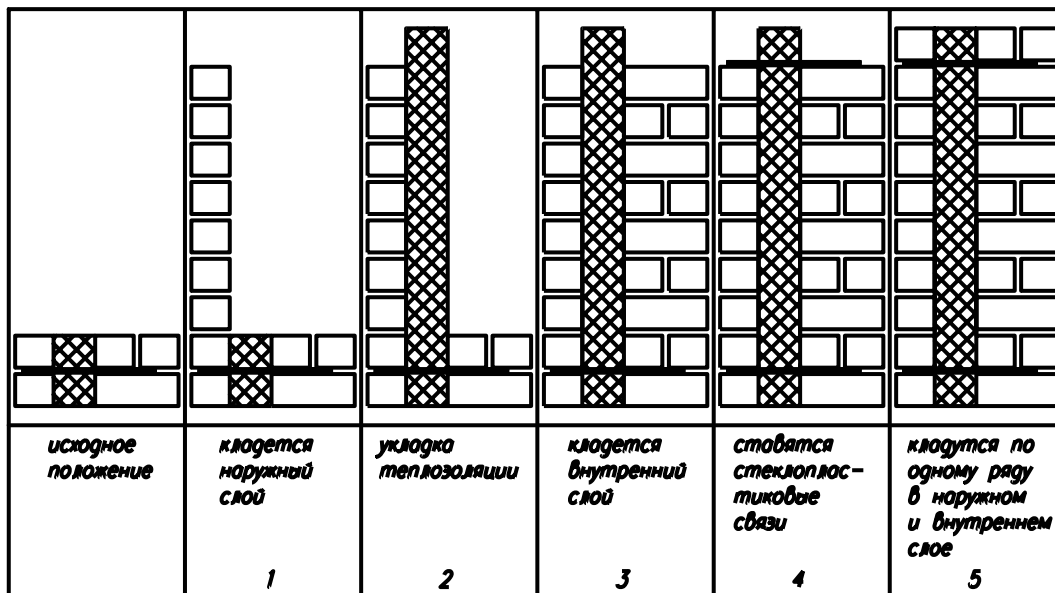

Рис.7 Последовательность кладки стены с теплоизоляцией из пенополистирола и пенополиуретана.
10. Кирпичные стены с теплоизоляцией из пенополистирола и пенополиуретана рекомендуется класть в следующей последовательности см. рис.7: